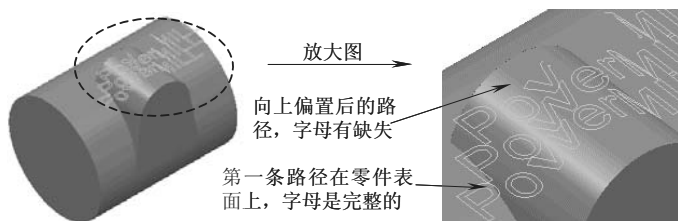

图 4-103 偏置向上路径
3) 偏置向上: 向上偏置底部切削路径, 以形成多重切削路径, 如图 4-103 所示。